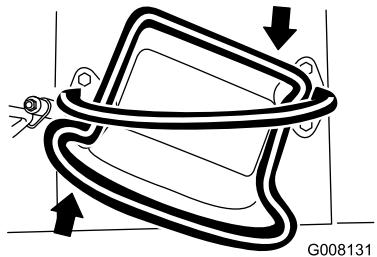

Figura 10
- Per girare a destra, ruotate il controllo della trazione in senso orario (Figura 10).